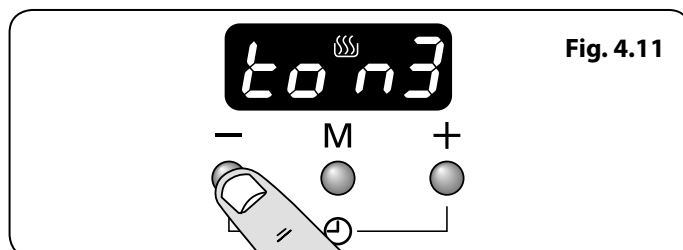

Fig. 4.11
- Du väljer larmton genom att trycka på knappen [-] tills önskad ton framkommer (Fig. 4.11).